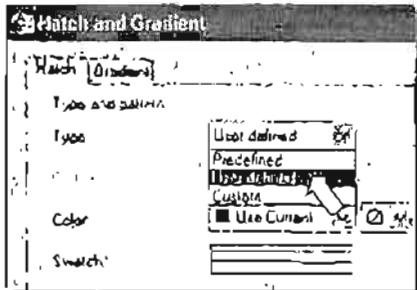

Рис. 7.32. Выбор опции User defined
1) Щелкните кнопку **ГИАТСИ (ШТРИХОВКА)** на панели инструментов **Draw** (Рисование). В открывшемся диалоговом окне **Hatch and Gradient** (Штриховка и градиентная заливка) (см. рис. 7.21) выберите из раскрывающегося списка **Type** (Тип) значение **User defined** (Пользовательский тип) (рис. 7.32).